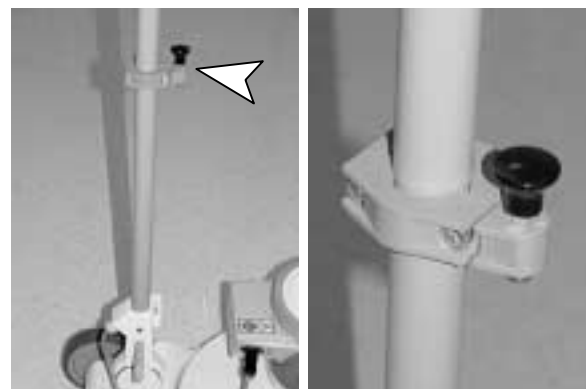

ABB. 2
1. Befestigen Sie die ober Frischwassertank-Halterung, wie angegeben, an den Bedienungsgriff; ziehen Sie die Schrauben noch nicht an; Sie benötigen dazu einen 5-mm-Allen-Schlüssel (Abbildung 2).